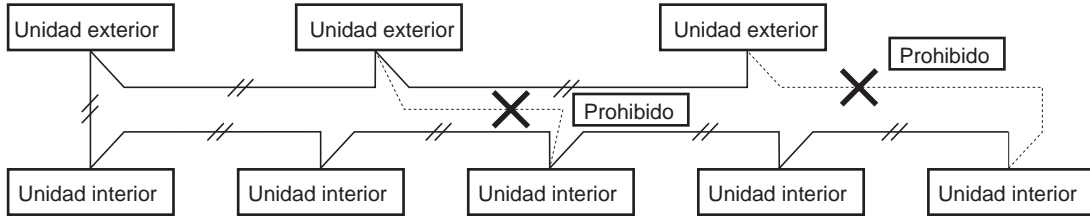

Fig. 5-1
2. El cableado de mando entre unidades no debe realizarse en bucle. (Fig. 5-1)